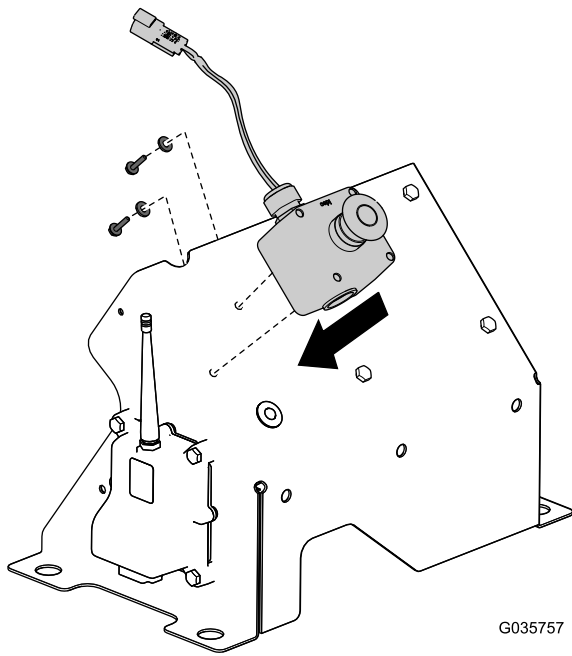

図 13
13. 先ほど外したストップボタンアセンブリをカバーに取り付ける 図 13。